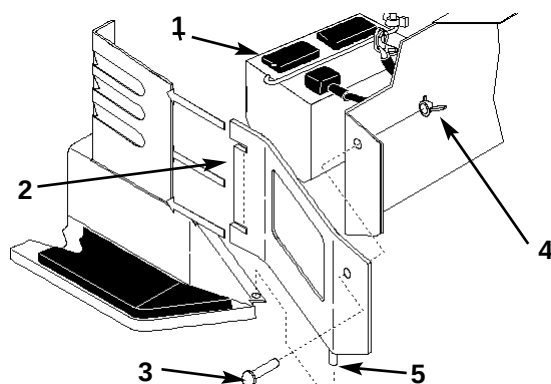

Figure 38
10. Au moyen du boulon et de l'écrou papillon, brancher le câble négatif (noir) à la borne négative (–) de la batterie (Fig. 38).